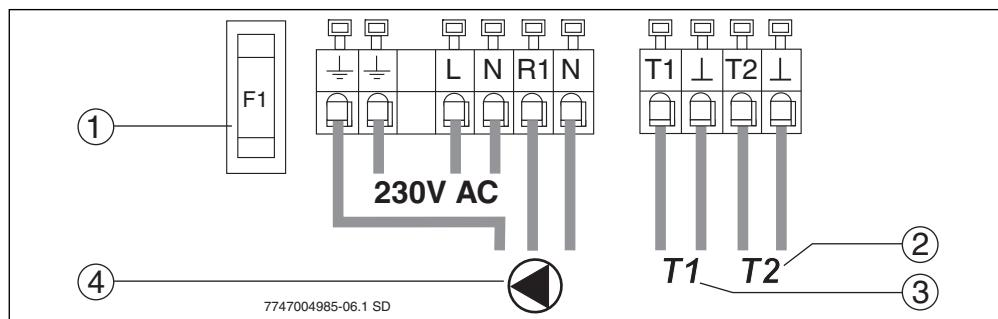

Fig. 12 Esquema de conexión
- ▶ Conecte los cables conforme al plan de conexión (→ fig. 12) y la aplicación del regulador (→ tab. 1, página 21).